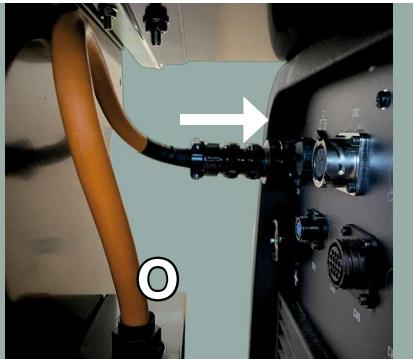
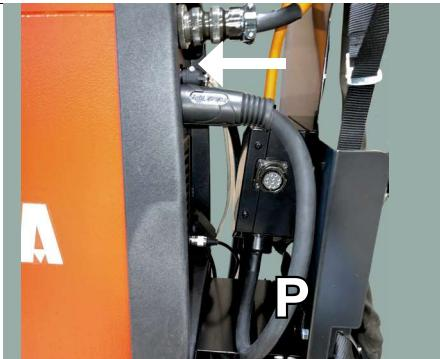

Fig. 25
Fig. 26
Collegare il cavo di segnale (O) dello sdoppiatore (H) alla presa CN1 del generatore come in fig.25. Collegare il cavo di potenza (P) dello sdoppiatore (H) alla presa + del generatore come in fig.26.
Connect the signal cable (O) of the splitter (H) to the CN1 power source socket as in fig.25. Connect the power cable (P) of the splitter (H) to the + power source socket as in fig.26.
Conecte el cable de señal (O) del divisor (H) a la toma CN1 del generador como en la fig.25. Conecte el cable de alimentación (P) del divisor (H) a la toma + del generador como en la fig.26.